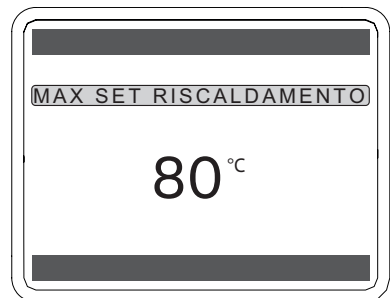

Figura 5.52
- Premere il tasto (✓) per confermare Figura 5.52.